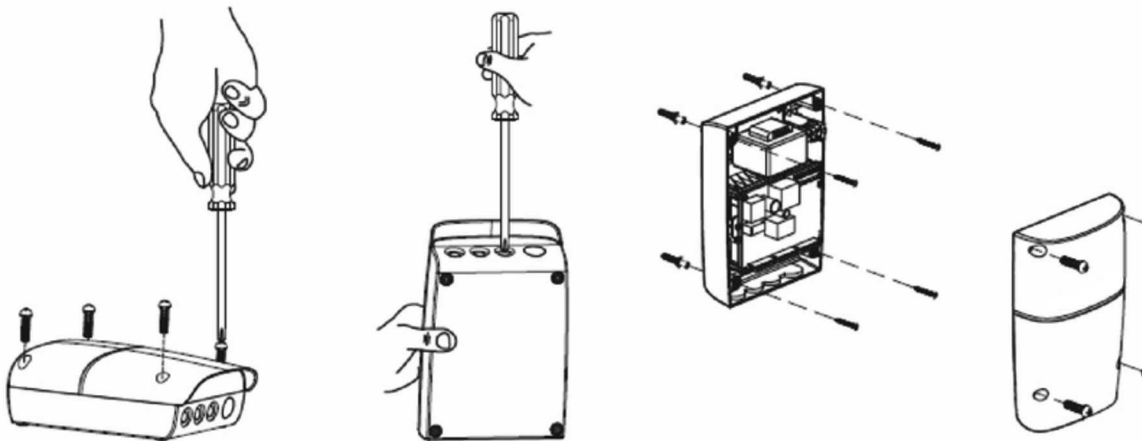

Figura 27
2. Retire la tapa desatornillando los cuatro tornillos (**figura 27**).
3. Utilice un destornillador para perforar los agujeros debajo de la parte inferior. (**figura 27**).
4. Fije firmemente en la pared. (**figura 27**).